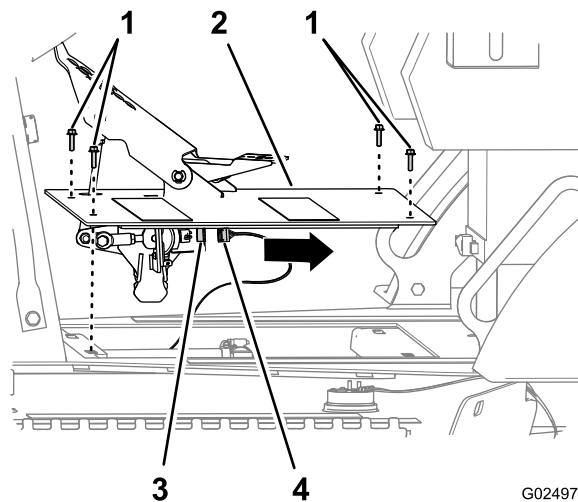

Figure 110
1. Retirez les 4 boulons à embase hexagonale qui fixent la pédale de déplacement au châssis de la machine (Figure 110).
2. Débranchez le connecteur à 6 douilles du faisceau de la machine du connecteur à 6 broches du capteur de la pédale de déplacement (Figure 110).
3. Déposez la pédale de déplacement de la machine (Figure 110).
1. Rebranchez le connecteur à 6 douilles du faisceau de la machine au connecteur à 6 broches du capteur de la pédale de déplacement (Figure 110).
2. Alignez les trous de la plaque de la pédale de déplacement sur les trous du châssis de la machine (Figure 110).
3. Fixez la pédale de déplacement au châssis de la machine au moyen des 4 boulons à embase hexagonale (6 x 25 mm); voir Figure 110.